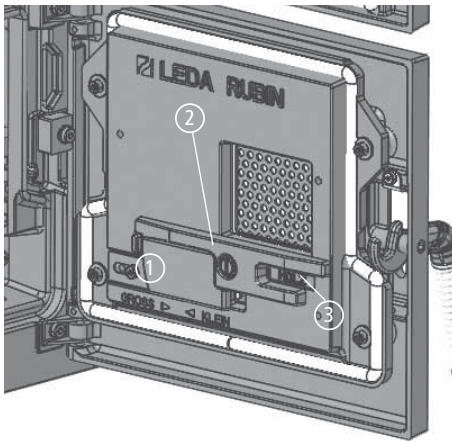

Abb. 3.6 Brennstoff-Einstellung „Holz“ in der geöffneten Aschefachtür
Liegt die flächige Seite ① des Brennstoffwählers ② links, ist die Luftzufuhr für den Brennstoff Scheitholz oder Holzbrikett eingestellt - in der Aschefachtür ist der Schriftzug „Holz“ ③ sichtbar (siehe Abb. 3.6). Für den Betrieb mit Braunkohlebrikett wird der Brennstoffwähler nach rechts gedreht - in der Aschefachtür ist dann der Schriftzug „Brikett“ ④ sichtbar (siehe Abb. 3.19).
Brennstoffwähler:	Stellung Holz (s. Abb. 3.6)